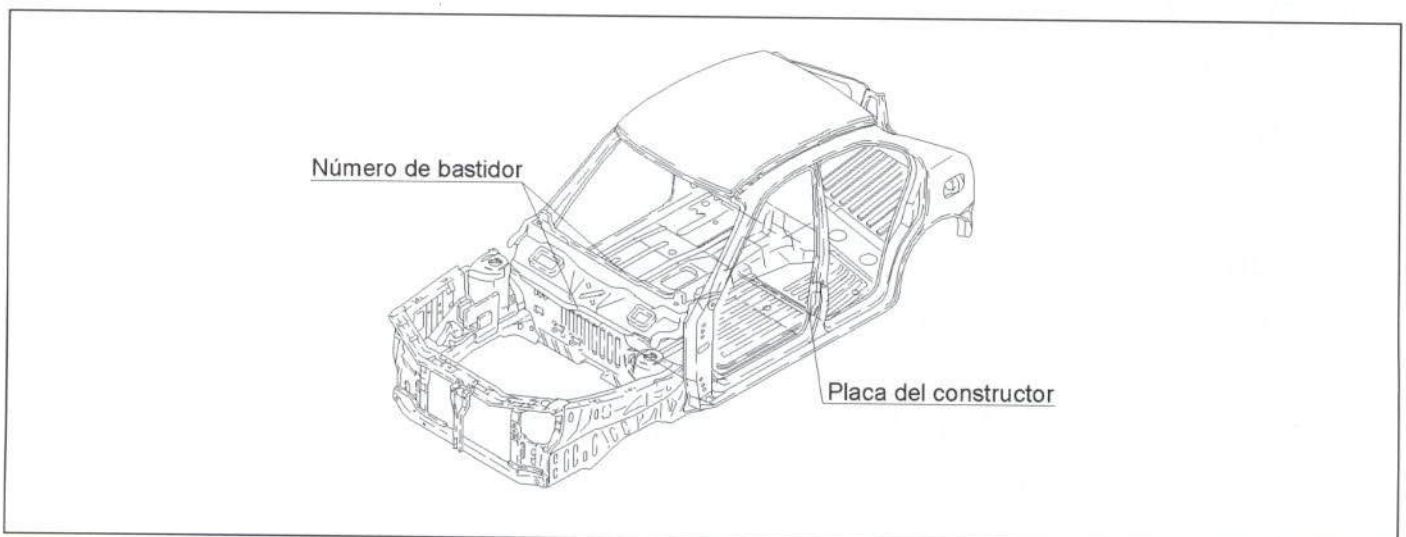

Figura 1.- Situación de las placas de identificación del vehículo y número de bastidor
Las características que identifican al vehículo se recogen, debidamente codificadas, en diversos puntos de la carrocería, tal y como se refleja en la figura 1.
- **El número de bastidor** se encuentra troquelado en la chapa salpicadero (figura 1).